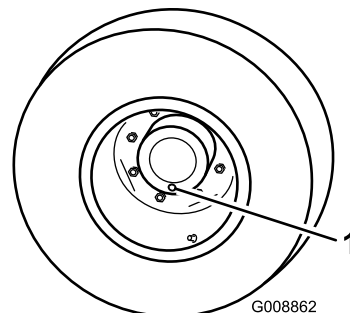

図 42
1. 平らな場所で、ホイールの点検/ドレンプラグ 図 42 が一番下時計の6時の位置に来るように停止させる。